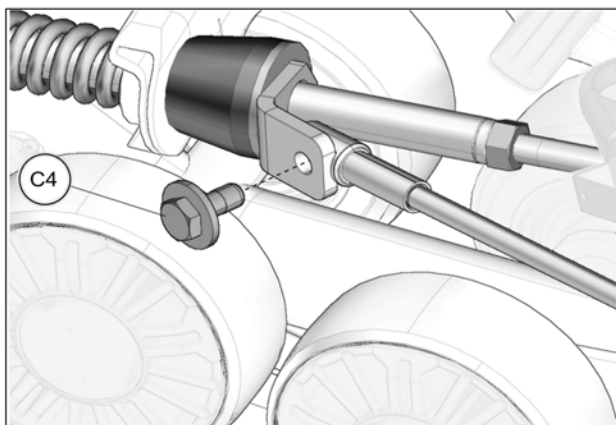

Fig. 27
19. Tourner légèrement le volant dans le sens contraire jusqu'à ce que le câble puisse être fixé à la plaque de support en utilisant le boulon (C4) fourni. Serrer à un couple de 35 N·m [24 lb·pi]. Voir la Fig. 27. Effectuer le même exercice du côté droit.